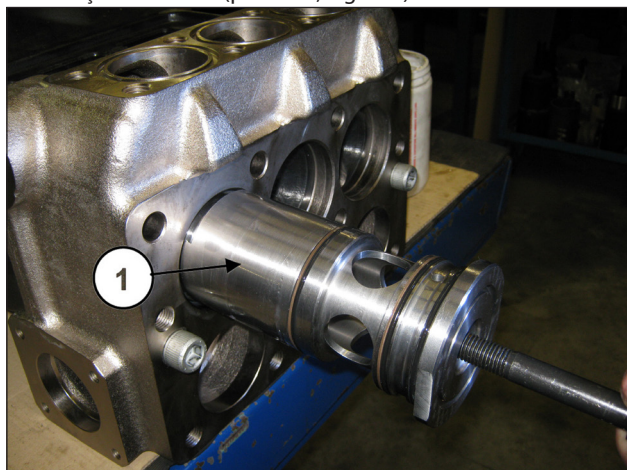

Fig. 109
Extraia do cabeçote as bússolas contendo os vedantes, usando um martelo extrator (cód. 27929400) para aplicar no furo M16 na cabeça do mesmo (pos. ①, Fig. 109).